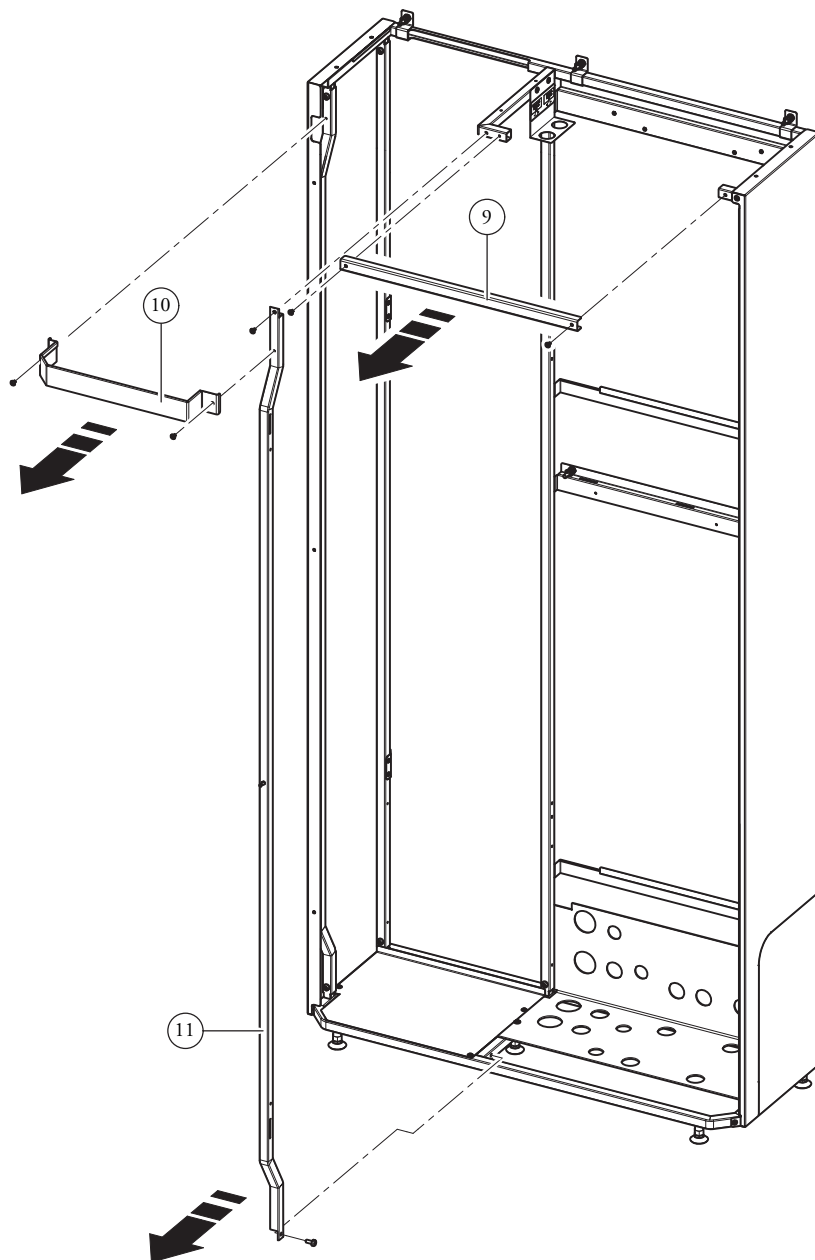

Fig. 4
- Per installare agevolmente i prodotti all'interno del Domus Container, è consigliata la rimozione temporanea della lamiera frontale dell'apparecchio (9), della lamiera frontale dell'unità bollitore (10) e del tubolare anteriore (11) (Fig. 4). Per rimontare le parti rimosse precedentemente eseguire le operazioni in ordine inverso.